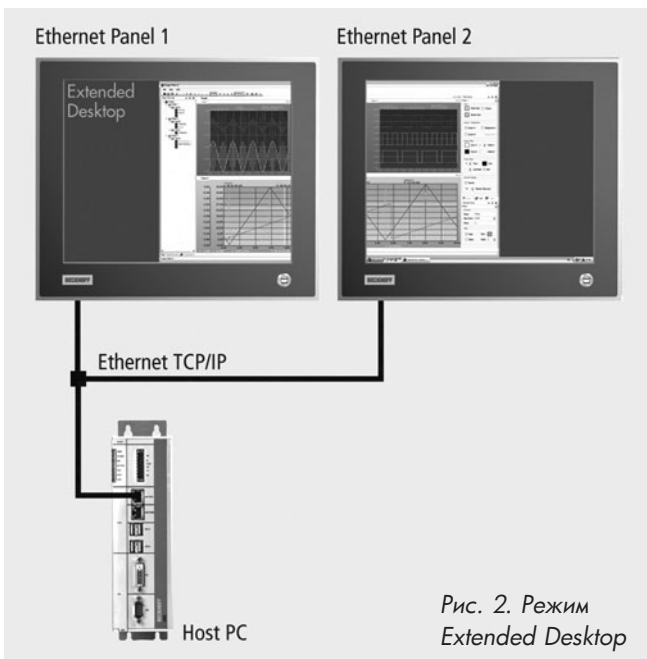

Рис. 2. Режим Extended Desktop
- *Extended Desktop*: в качестве модулей расширения рабочего стола (экранной интерактивной среды) главного ПК используются один или несколько виртуальных графических адаптеров. Таким способом дисплейные окна главного ПК можно отображать на адресуемых дисплеях, например, программные окна можно передавать на любой дополнительный экран. Обмен данными производится с использованием протокола TCP/IP (рис. 2);